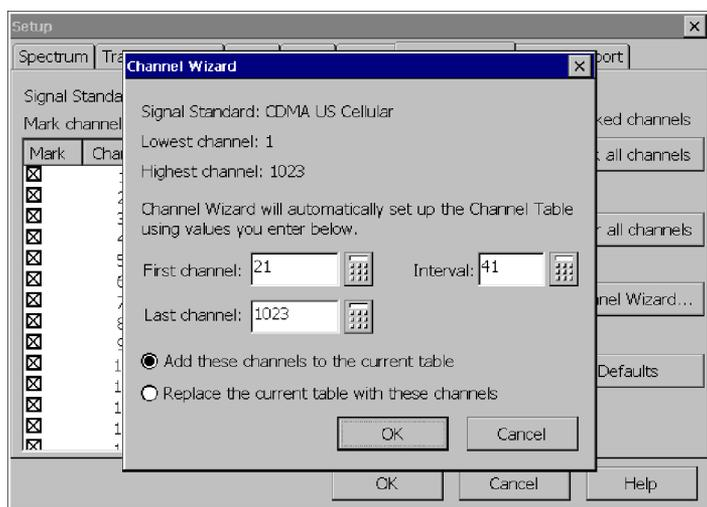

Рис. 2-10: Мастер каналов
- a. Коснитесь кнопки **Channel Wizard...** (мастер каналов). Откроется окно, изображенное на рис. 2-10.